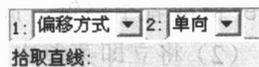

图 2-8 平行线的立即菜单
(6) 单击“绘图工具”工具栏中的“平行线”按钮，按 Alt+1 快捷键设置“1:”为“偏移方式”方式，按 Alt+2 快捷键设置“2:”为“单向”方式，如图 2-8 所示。